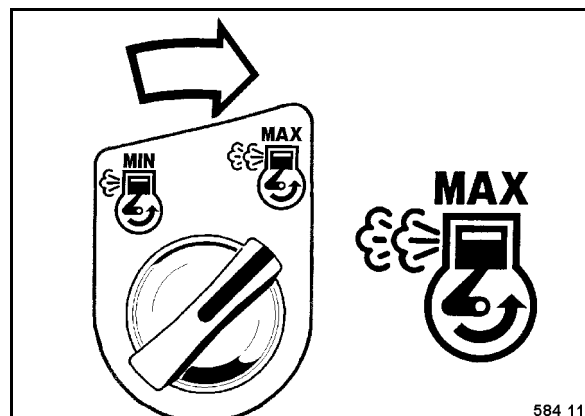

Fig. 50
- Colocar el interruptor giratorio (Fig. 50) en „MAX" (pleno gas).